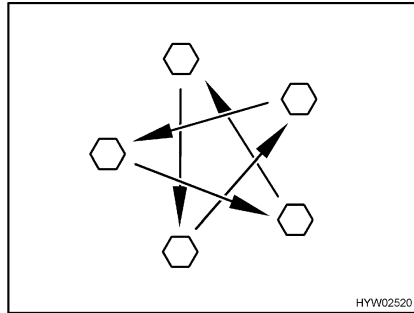

Fig. 320 Serrare a croce i dadi o i bulloni delle ruote
- Controllare regolarmente il serraggio dei dadi o dei bulloni. Regolare il serraggio dei dadi delle ruote o dei bulloni delle ruote di una ruota sostituita dopo circa 50 km (Fig. 320). Coppia di serraggio vedi paragrafo 14.5.2.
- Se si utilizzano cerchioni nuovi o riverniciati, regolare il serraggio dei bulloni o dei dadi dopo altri 1000 - 5000 km (Fig. 320).
- ▷ Serrare a croce i dadi o i bulloni delle ruote (Fig. 320).